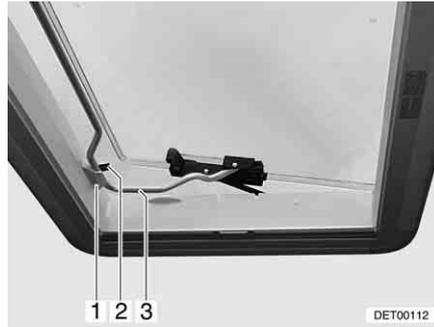

Fig. 74 Claraboya Heki en posición de ventilación 2
- Situar la horquilla (Fig. 74,3) en la sujeción (Fig. 74,1).
- Colocar la palanca (Fig. 74,2) sobre la horquilla.